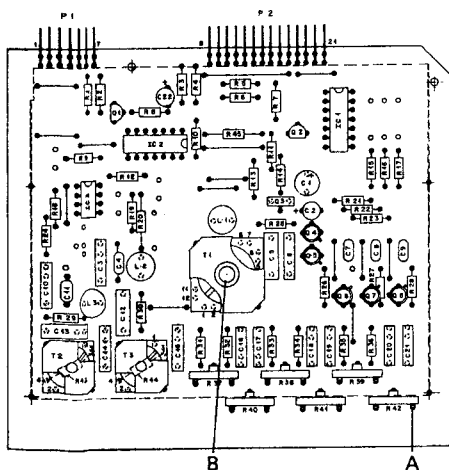

Fig. 5.6
- Digitalzähler an Punkt A (Fig. 5.6) anschliessen.
- Die Frequenz muss 105 kHz ± 1 kHz betragen. Falls die Abweichung grösser ist, kann dies mit dem Spulenkern von T1 (Fig.5.6, Punkt B) korrigiert werden.
- Connect digital counter to point A (Fig. 5.6).
- The frequency must measure 105 kHz ± 1 kHz. If the deviation is larger, this can be corrected with the trimmer slug of T1 (Fig. 5.6, point B).
- Raccordez le fréquencemètre digital au point A (fig. 5.6).
- La fréquence doit être de 105 kHz ± 1 kHz. Si l'écart est plus grand, il peut être corrigé en agissant sur le noyau de T1 (fig.5.6 point B).